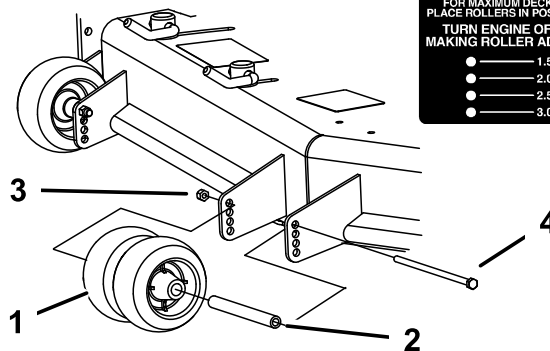

**Figura 29**
3. Ajuste los rodillos protectores del césped, tal y como se muestra en la Figura 29, la Figura 30 y la Figura 31.